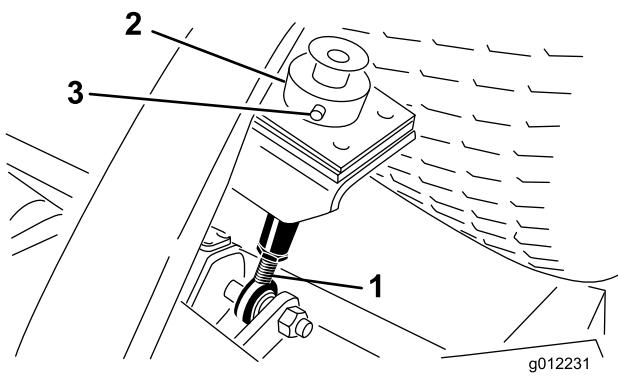

Figura 9
5. Rimuovete la coppiglia e il perno con testa che fissano il collare dell'altezza di taglio alla relativa asta sulla parte posteriore dell'apparato di taglio (Figura 9).